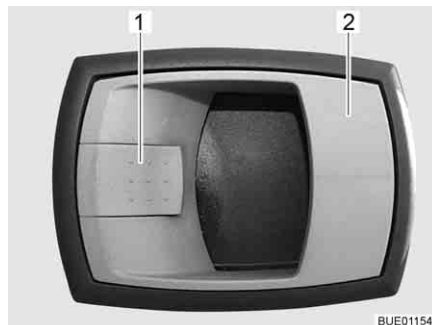

Fig. 42 Serrure de la porte cellule, à l'intérieur
- Tirer sur la poignée (Fig. 42,2). La serrure de la porte est déverrouillée.
- Appuyer sur le levier de sécurité (Fig. 42,1).